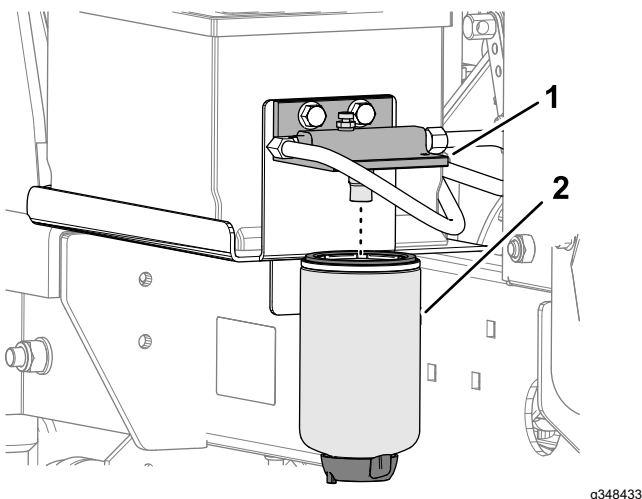

Bild 69
3. Stellen Sie einen sauberen Behälter unter die Kraftstofffilterglocke (Bild 69).
7. Reinigen Sie den Bereich um den Kraftstofffilter und den Kraftstofffilterkopf (Bild 69).
8. Entfernen Sie die Filterglocke und reinigen Sie den Filterkopf (Bild 69).